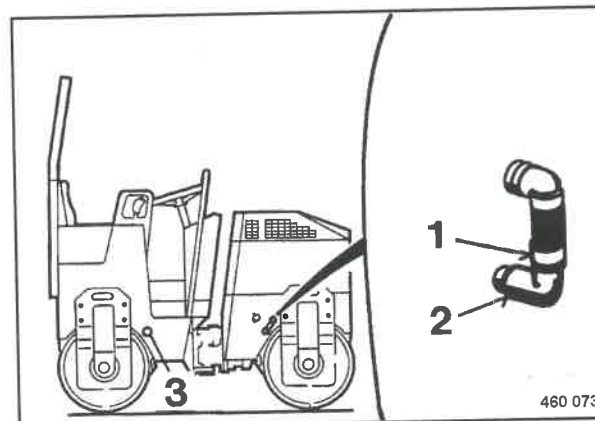

Fig. 120
- Togliere il coperchio 3 (Fig. 120) da entrambi i tubi di irrorazione.
- Allentare la fascetta per tubi flessibili (2) e togliere il tubo flessibile dai tubi di irrorazione.
- Estrarre i tubi di irrorazione (3) e lavarli accuratamente.